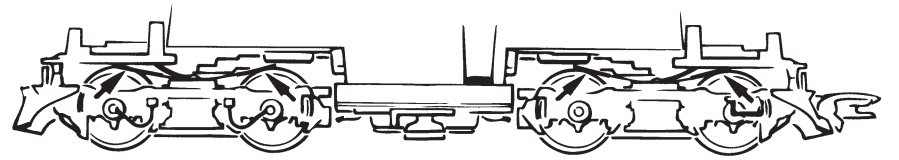

Fig. 8
**4. Kohlebürstenwechsel:** Lokgehäuse abnehmen (Fig. 3). Danach wird der Motor ausgebaut und die Kohlebürsten ausgewechselt (Fig. 8).
**4. Carbon Brush Changing:** First remove loco body (fig. 3), and then the motor (fig. 8).
**4. Remplacement des balais du moteur:** Dé- montez la caisse (voir fig. 3). Démontez ensuite le moteur et échangez le balais (fig. 8).